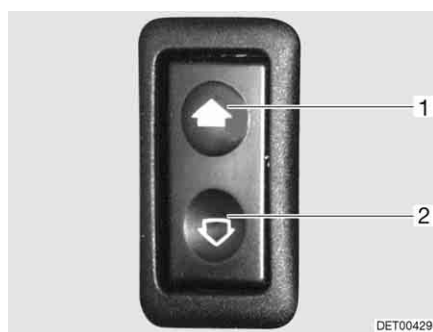

Fig. 34 Interruptor para los elevalunas eléctricos
- Abrir:* ■ Pulsar la parte inferior del conmutador (Fig. 34,2).
- Cerrar:* ■ Pulsar la parte superior del conmutador (Fig. 34,1).